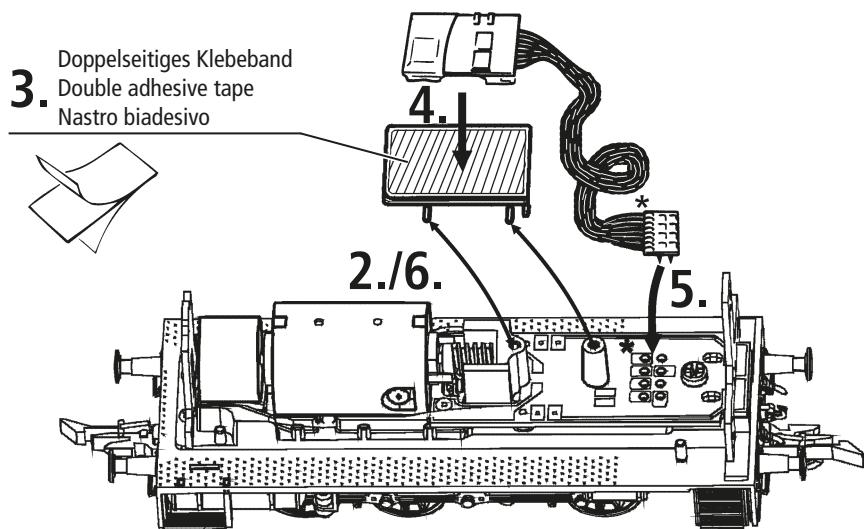
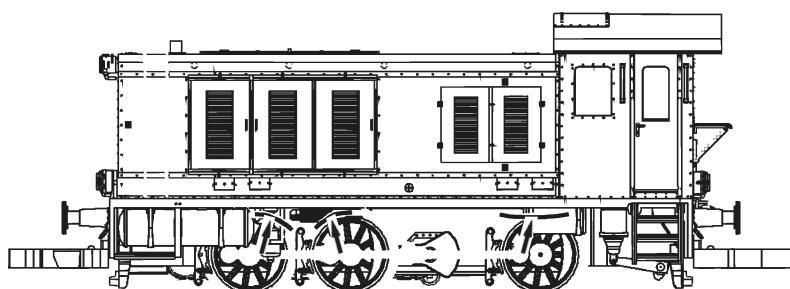

Fig. 7
Fig. 4
**Mehrzugbetrieb:** Zuerst Lokgehäuse abnehmen (Fig. 4). Danach den Brückenstecker aus der Schnittstelle entfernen (diesen sorgsam aufbewahren). Danach den Stecker des Steuerbausteins lagerichtig einsetzen (siehe Fig. 6).
**2. Schmierung:** Versehen Sie die im Schmierplan in Fig. 5 gekennzeichneten Stellen mit nur **kleinen Öltropfen**. Dazu zuerst das Lokgehäuse abnehmen (Fig. 4).
**3. Kohlebürstenwechsel:** Lokgehäuse abnehmen (Fig. 4). Danach wird der Motor ausgebaut und die Kohlebürsten ausgewechselt (Fig. 7).
**2. Lubrication:** Apply **tiny oil drops** to spots marked in fig. 5. Prior to lubrication dismantle locomotive (fig. 4).
**3. Carbon Brush Changing:** First remove loco body (fig. 4), and then the motor (fig. 7).
**2. Lubrificazione:** Mettere delle piccole gocce d'olio sui punti indicati sullo schema di lubrificazione (fig. 5). A tal fine per prima cosa rimuovere la carrozzeria della locomotiva (fig. 4).
**3. Sostituzione delle spazzole di carbone:** Rimuovere la carrozzeria della locomotiva (fig. 4). Dopodiché smontare il motore e sostituire le spazzole di carbone (fig. 7)
vedi } Fig.4